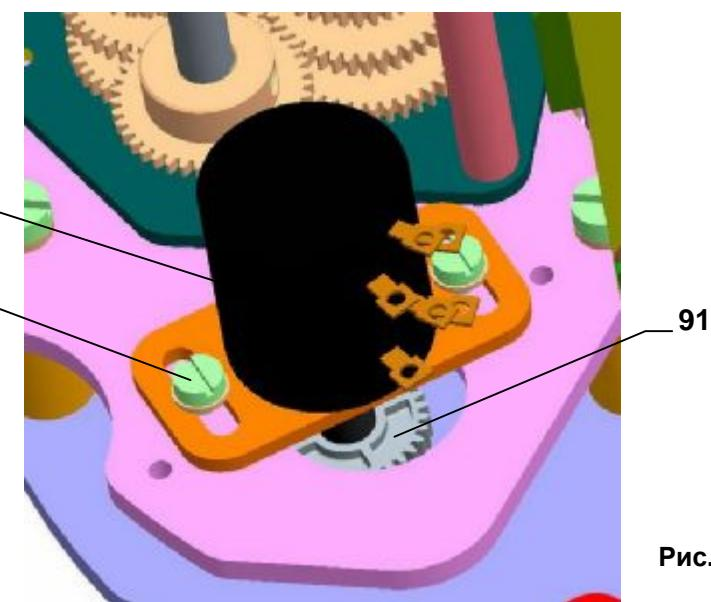

Рис.9
- В исполнении с датчиком сопротивления, вынесите датчик из зацепления , (Рис.9).
- Поверните диском указателя положения (32) так, чтобы отметка с символом для направление «закрыто», совпадала с отметкой на смотровом стекле верхнего кожуха.
- Поверните верхней частью диска указателя положения (32) так, чтобы отметка с символом для направление «открыто», совпадала с отметкой на смотровом стекле верхнего кожуха.
4.5 Установка датчика сопротивления (рис.9)